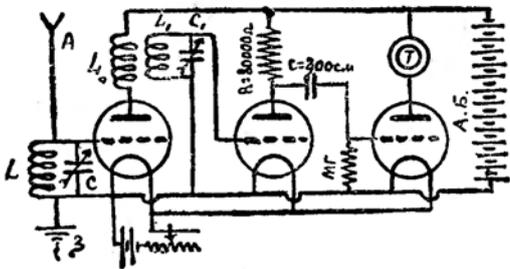

Рис. 75.
5) Комбинированный усилитель (часть ламп с настроенными контурами и часть с сопротивлениями (см. рис. 75) или реактивными катушками).